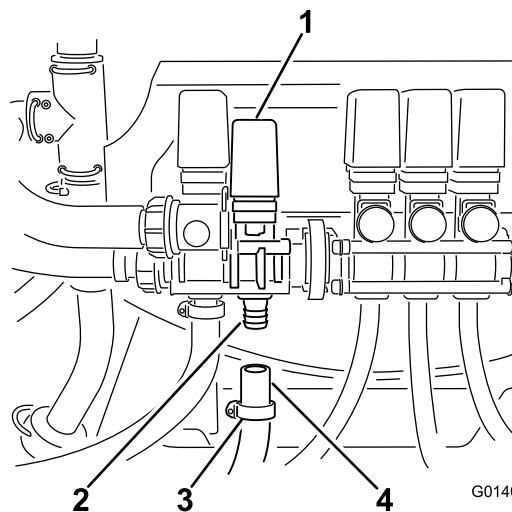

Figura 27
4. Fate scorrere una fascetta stringitubo allentata sull'estremità aperta del flessibile (Figura 27).